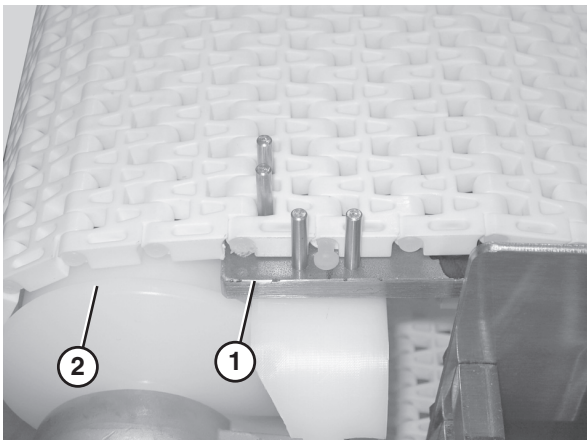

Abbildung 31
1. Sichern Sie die haltende Oberseite des Fördergurts. Verwenden Sie das Fördergurt-Entfernungswerkzeug (Abbildung 31, item 1) für Fördergurte mit einem Abstand von 1". Positionieren Sie bei allen anderen Fördergurten den Abschnitt des Fördergurtes so, dass er von der geflanschten Scheibe (Abbildung 31, item 2) verspannt wird.